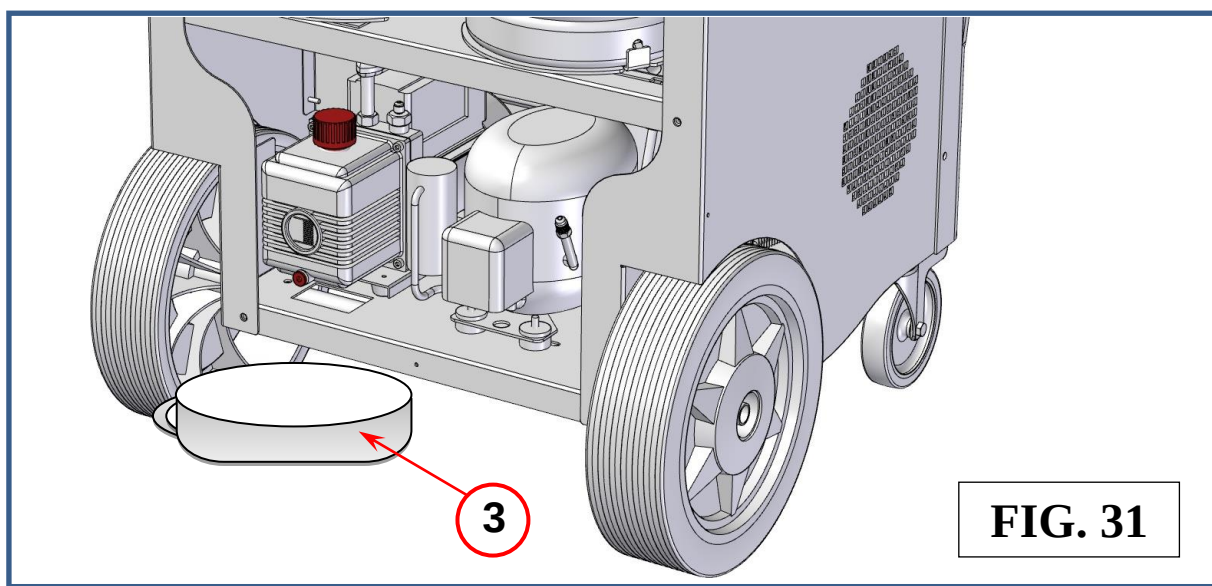

FIG. 31
- 3) Coloque um recipiente (ref. 3 Fig.31), sob a tampa de drenagem (ref. 5, Fig.34).